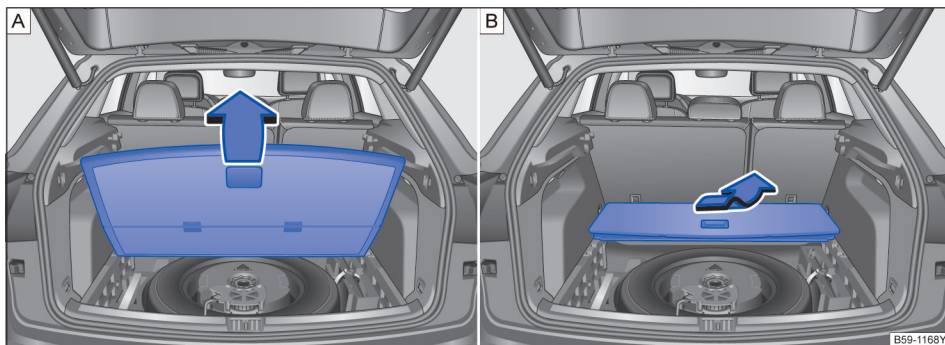

图 191 部分车型行李厢内：向上翻起可变行李厢地板
- 部分车型抓住行李厢地板内的凹槽向上提起→图 191|A|，再将行李厢地板向前推并折叠→图 191|B|。